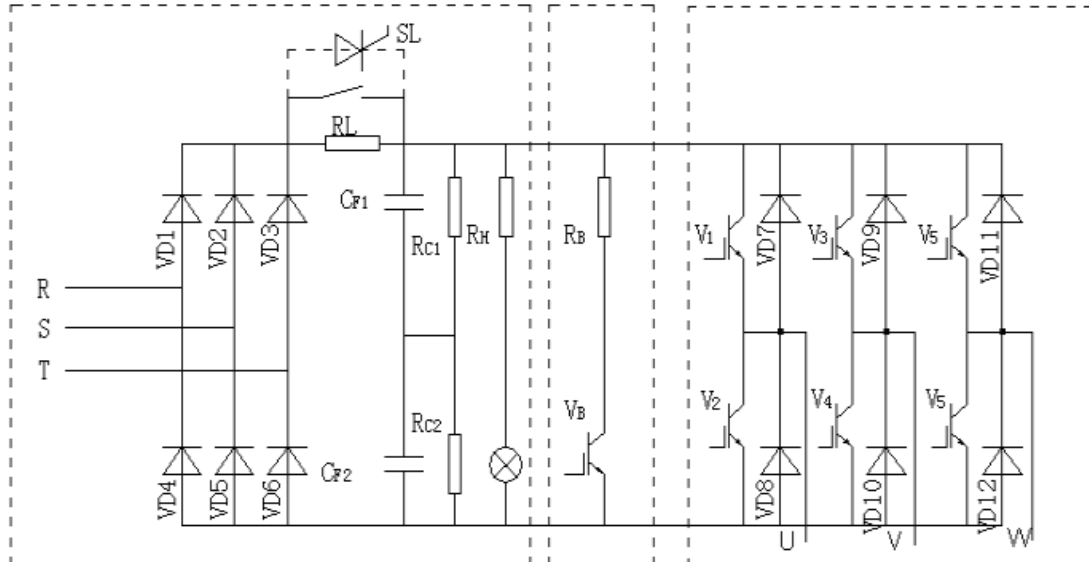

图 5-12 变频器主电路内部结构
- 内部结构：整流桥（VD1~VD6）、滤波电容（C6）、逆变桥（V1~V6）、制动单元（图 5-12）。